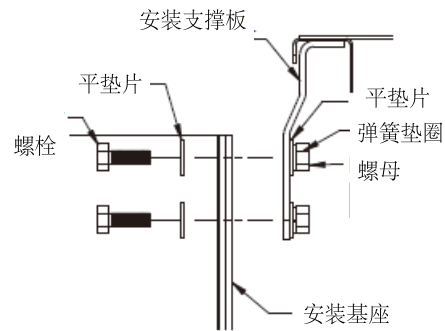

图14 - 基座的安装
2. 每一个孔，均用M10的螺母将基座固定在机组上（见图14）。